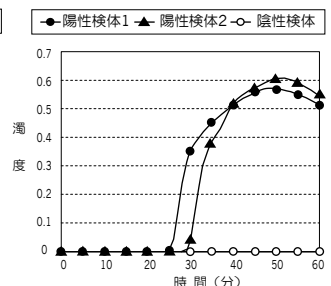

図 2. 検体の増幅曲線パターン^{*3}
- (5) 次に、各検体の判定を行います。増幅反応時間内 (60 分間) に濁度の上昇が認められた場合を「陽性」、濁度の上昇が認められない場合を「陰性」と判定します。(図 2)
- (6) なお、検体によって濁度上昇開始時間や濁度上昇値が陽性コントロール : Positive Control Lis (PC Lis) と異なる場合があります。
- (7) 酵素失活処理 (80℃、2 分間) (Loopamp リアルタイム濁度測定装置では自動処理されます。) が終了していることを確認した後、装置から使用済み反応チューブを取り出し、そのままキャップを開けずに廃棄してください。